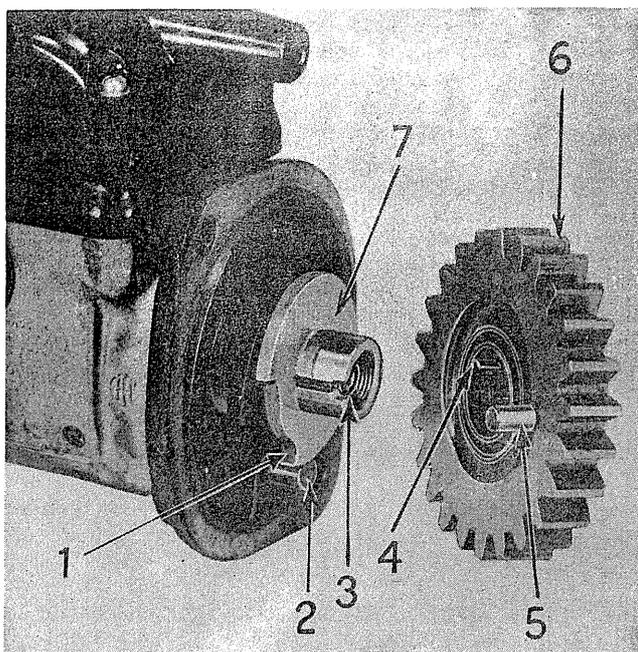

FIGURE 118 - MAGNETO H-1 DONT ON A ENLEVE LA COURONNE
L'impulseur et la couronne d'entraînement se retirent après avoir enlevé l'écrou à l'extrémité avant de l'arbre. Placez une tige en "L" entre le cliquet (3) (figure 119) et l'axe (2) de la butée de l'impulseur, pour empêcher l'arbre de tourner. Tirez suffisamment sur la couronne pour que l'axe (5) de la couronne (6) (figure 118) puisse se dégager du cran (I) du plateau d'entraînement de la magnéto (7). Laissez alors le ressort se dévider, après quoi, vous pourrez retirer la couronne.